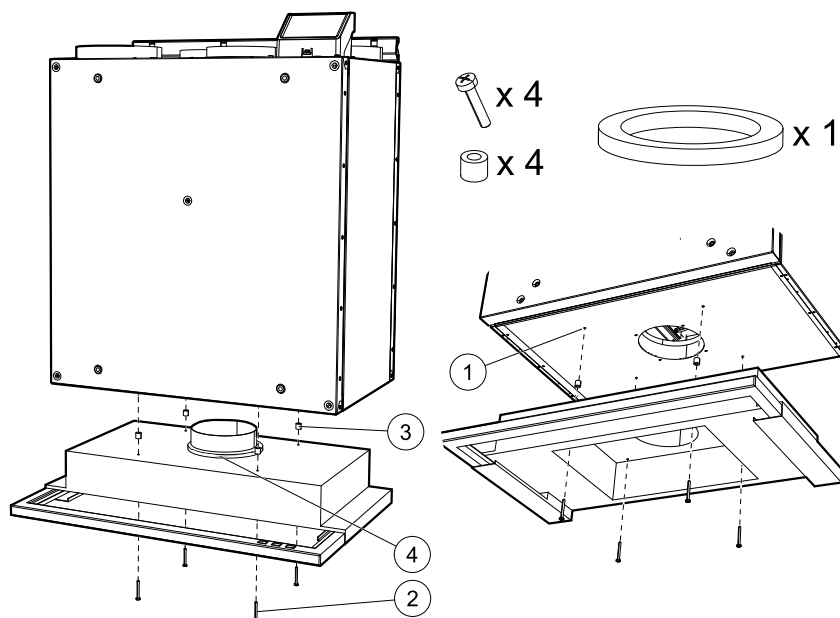

Bild 12 Befestigung der Dunstabzugshaube direkt am Gerät
Mitgelieferte Schrauben (Abbildung 12, Pos. 2) in die Bohrungen der Dunstabzugshaube einbringen, mitgelieferte Kunststoffabstandhalter auf die jeweils überstehenden Schrauben setzen, um ein Überdrehen zu vermeiden (Abbildung 12, Pos. 3).
2. Legen Sie eine runde Isolierung auf den Anschluss der Dunstabzugshaube, um ein Austreten von Luft zu verhindern (Abbildung 12, Pos. 4).
Schrauben Sie die Dunstabzugshaube mit vorbereiteten Löchern direkt auf den Geräteboden (Abbildung 12, Pos. 1).